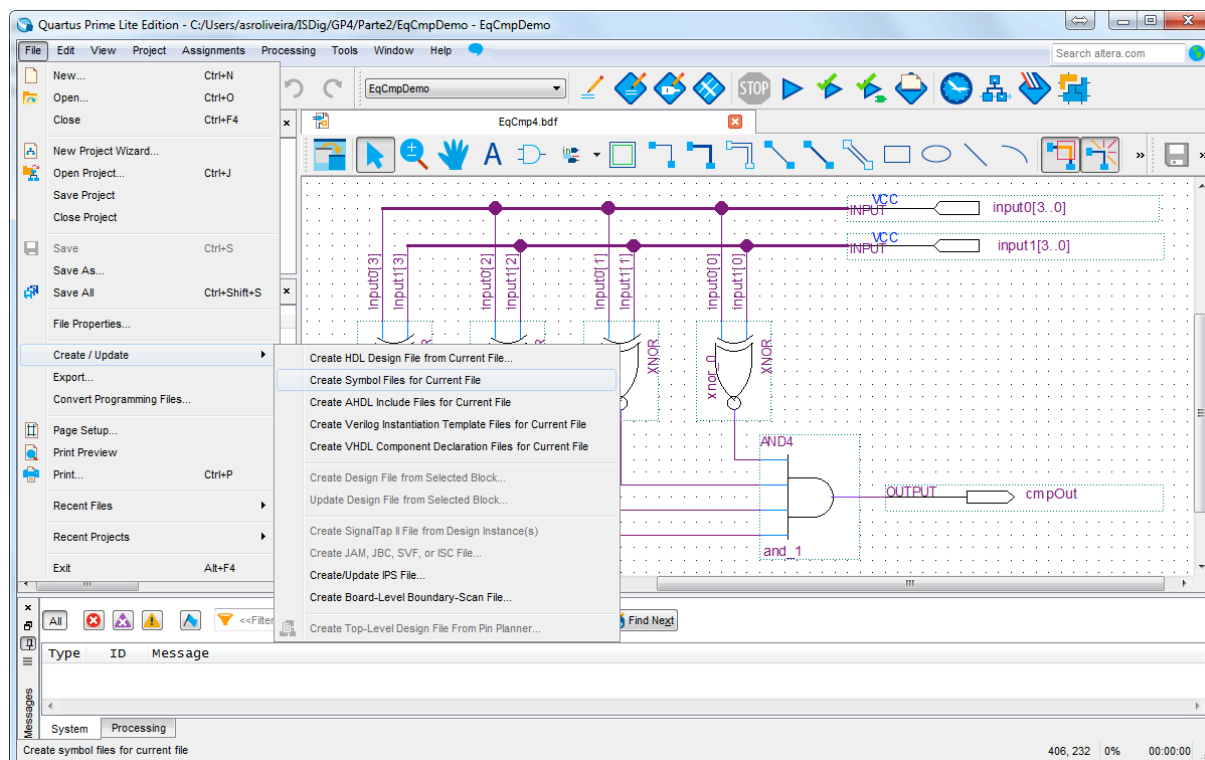
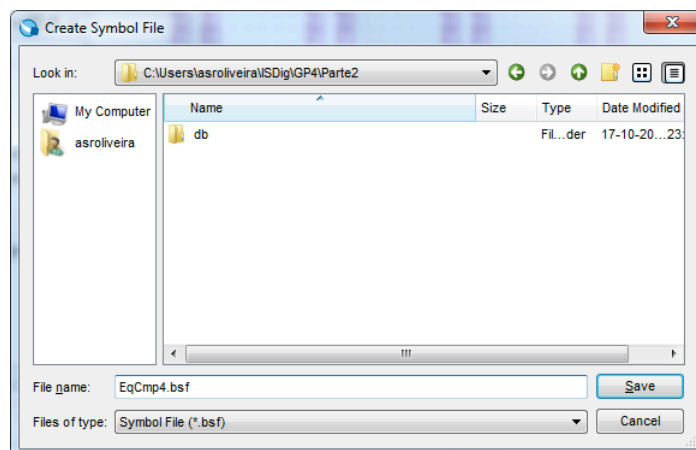

Figura 25 – Criação de um símbolo para o módulo “EqCmp4”.
Figura 26 – Gravação do ficheiro “EqCmp4.bsf” relativo ao símbolo do módulo “EqCmp4”.
3. Crie um símbolo para o módulo “EqCmp4”, de forma a poder ser usado num diagrama esquemático, tal como ilustrado na Figura 25, e grave-o com o nome “EqCmp4.bsf” (Figura 26).